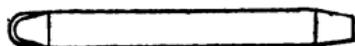

Fig. 137.
**Chiffres pour métaux.** — Les chiffres à froid (fig. 137) doivent être en acier fondu et d'équerre dans tous les sens avec le corps, essayés avant de